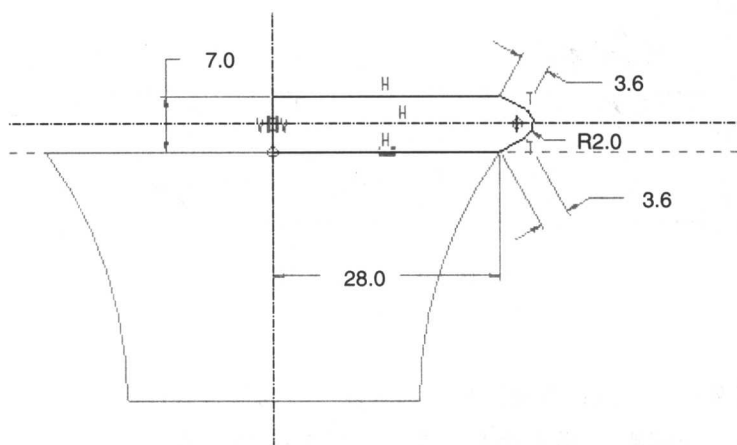

图 1.7 截面图形
- (1) 选择下拉菜单 **插入(I) → 旋转(R)...** 命令。
- (2) 选取 **FRONT** 基准面为草绘平面，**TOP** 基准面为参照平面，方向为 **顶**。
- (3) 创建特征截面。首先接受系统默认的参照，然后绘制如图 1.7 所示的特征截面（要绘出中心线），完成后单击草绘完成按钮 。